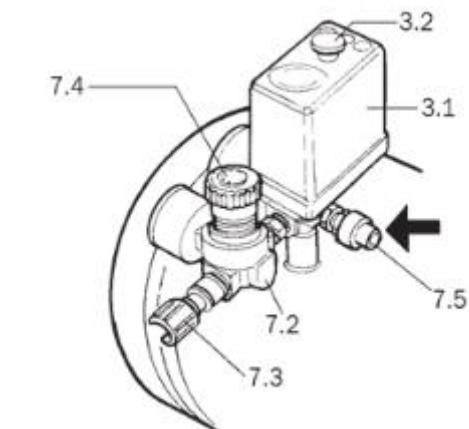

fig. 7
B - Mauvais fonctionnement du réducteur de pression 7.2 (fig.7).
- **Enclenchement de la vanne de sécurité 7.5 au-dessous des limites de pression préétablis (fig. 7).**